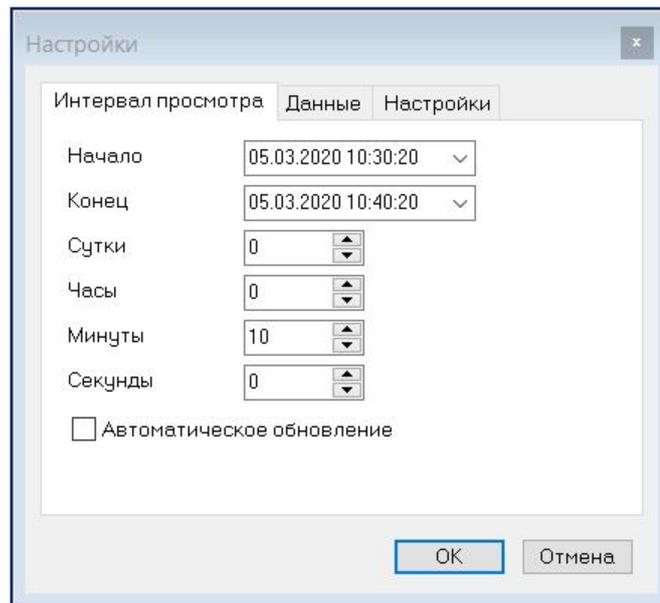

Рисунок 4.6 - Вид окна настройки параметров выборки
2. Введите желаемые значения следующих свойств в открывшемся окне (рисунок 4.6):